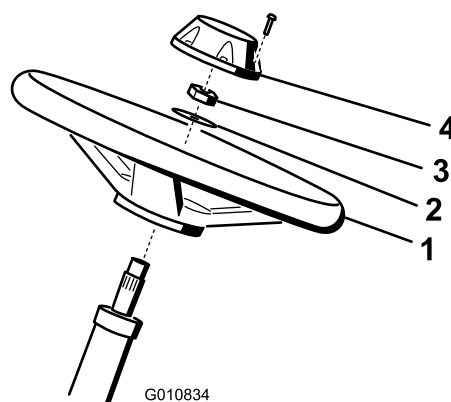

Figura 4
1. Deslice el volante sobre la columna de dirección (Figura 4).
2. Deslice la arandela sobre la columna de dirección (Figura 4).
3. Sujete el volante a la columna con una contratuerca y apriétela a entre 27 y 35 N·m (Figura 4).
4. Sujete el embellecedor al volante con 6 pernos (Figura 4).